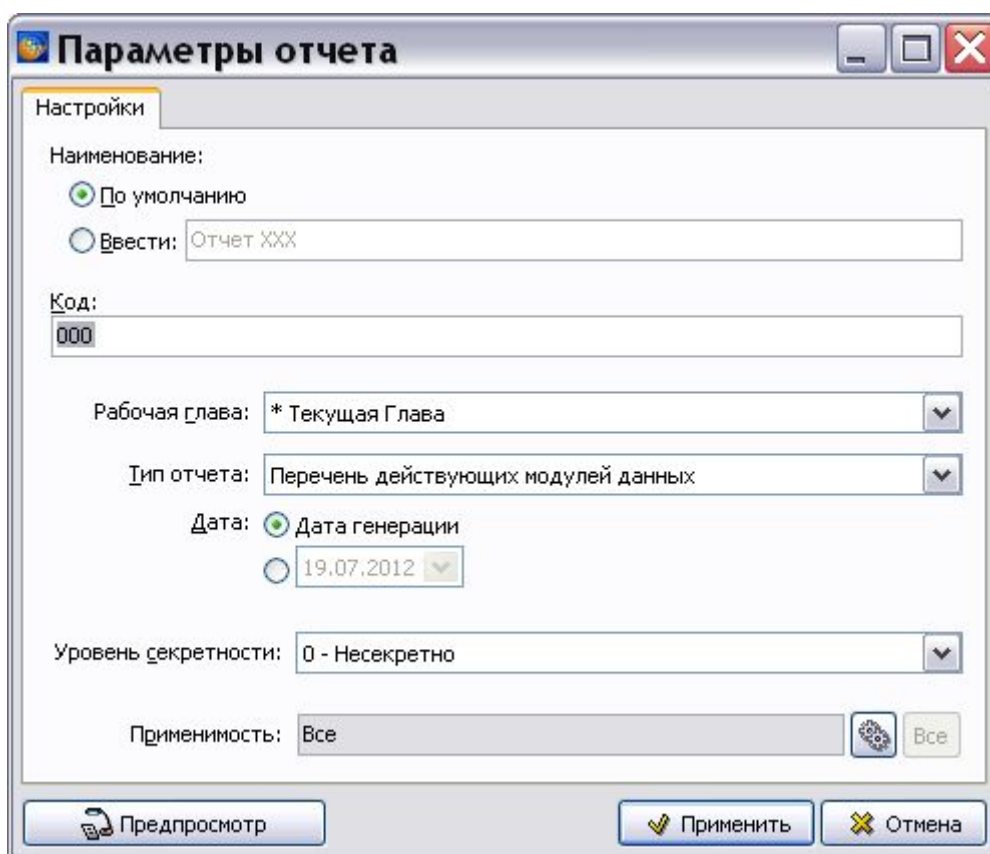

Рис. 8.57
3. Нажмите на название отчета правой кнопкой мыши и выберите в контекстном меню пункт **Свойства**. После этого появится диалоговое окно **Параметры отчета** (Рис. 8.57).